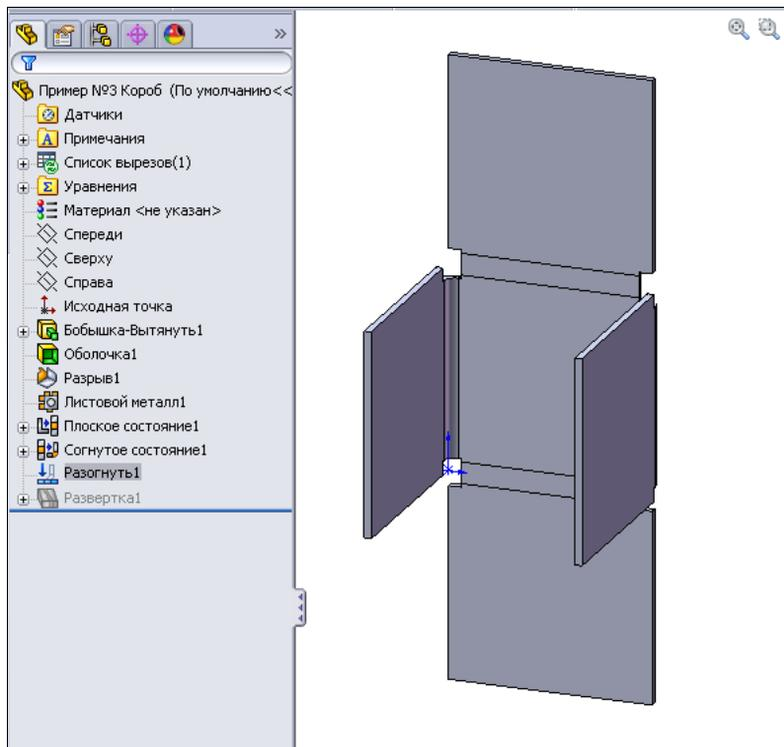

Рис. 4.54
11. Наждем кнопку **ОК**  и получим неполную развертку листовой детали Короб (рис. 4.54).